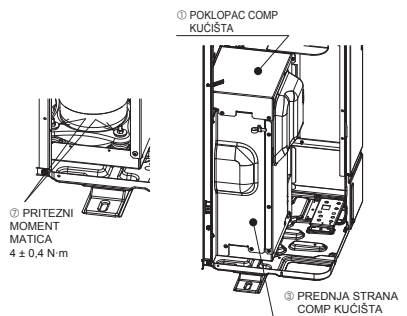

Fig. 4-2
- Nakon što uklonite fiksne COMP dijelove, obavezno zategnite matice i vratite POKLOPAC COMP KUČIŠTA I PREDNJU STRANU COMP KUČIŠTA u prvobitno stanje. (Fig. 4-2)